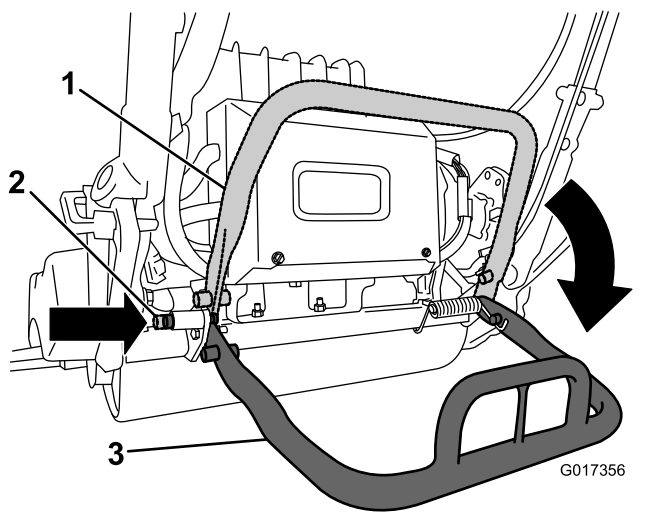

Figura 30
- Para evitar que la máquina vuelque hacia atrás mientras desmonta el molinete, baje el caballote y empuje hacia dentro el pasador de bloqueo para bloquearlo en la posición de MANTENIMIENTO (Figura 30).